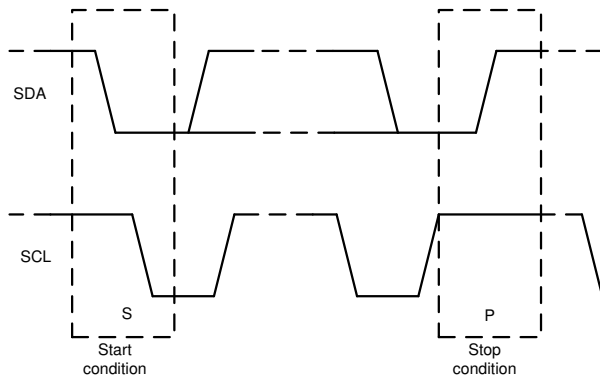

图 6-20. 启动和停止条件
1. 控制器通过产生启动条件来启动数据传输。图 6-20 显示, 启动条件是当 SCL 为高电平时在 SDA 线上发生从高到低的转换。所有与 I²C 兼容的器件都会识别启动条件。
4. 图 6-20 显示，为指示数据传输结束，控制器通过在 SCL 线处于高电平期间将 SDA 线从低电平拉至高电平来产生停止条件。此操作将释放总线并停止与寻址的目标器件之间的通信链路。所有与 I²C 兼容的器件都会识别停止条件。在收到停止条件后，将释放总线，然后所有目标器件等待启动条件，接着是匹配的地址。